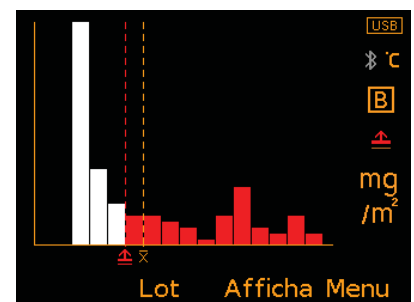

Fig. 6: Graphique de distribution
- **Graphique de distribution (Fig. 6)** : représentation visuelle de la répartition du profil de contamination saline par rapport au niveau moyen de contamination et à la limite (si définie).